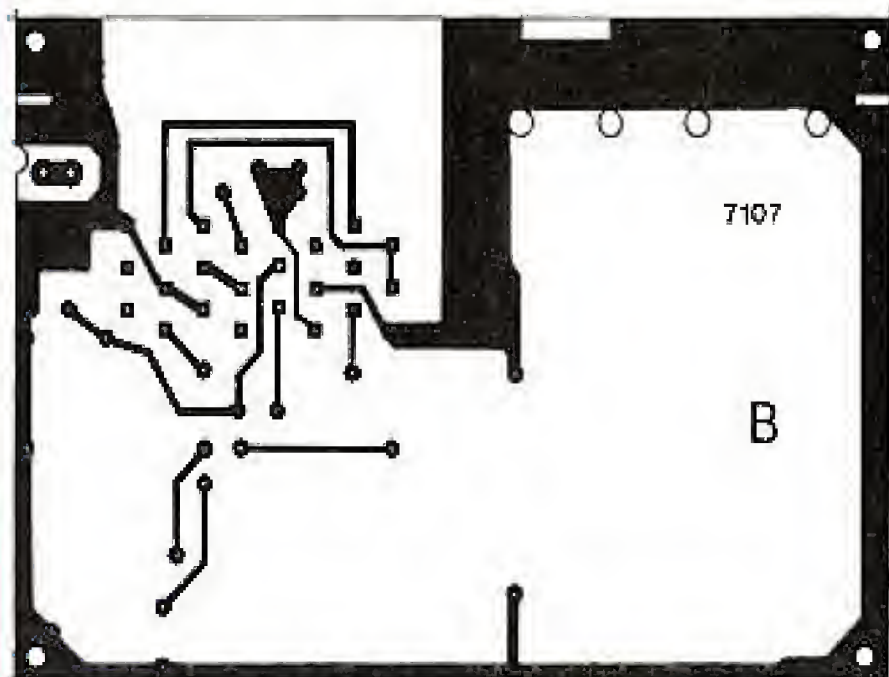

Fig. 15. - C.I. B (recto).
**Le B :** figures 15 et 16. En époxy double face de 15/10. C'est le circuit principal. Il supporte toute l'électronique et le circuit A qui se soude sur B, bien à l'équerre.